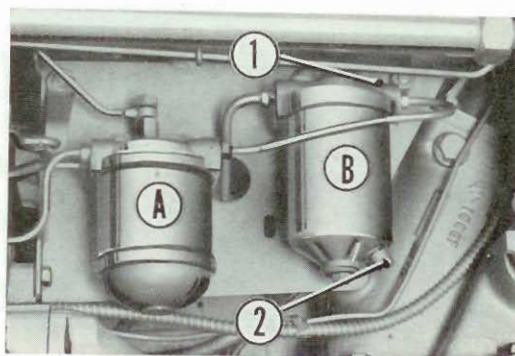

Fig. 39
- Toutes les 500 heures de marche, remplacer l'élément du filtre à combustible (B fig. 39) après avoir dévissé la vis centrale sur la tête du filtre. En aucun cas l'élément usagé ne devra être réutilisé.